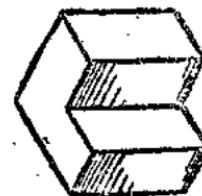

图 1-15
3. 图1-15是一个台阶的立体图，图1-16是它的三面图。因为从前面可以看到两步台阶的立面，所以前视图上面有两个长方框，每个框表示立面的长和高。从顶上可以看到台阶的两个平面，也画了两个长方框，每个框表示平面的长和宽。从左向右看是一个平面，所以左视图上就只有一个象角尺形的框，表示台阶侧面的形状。